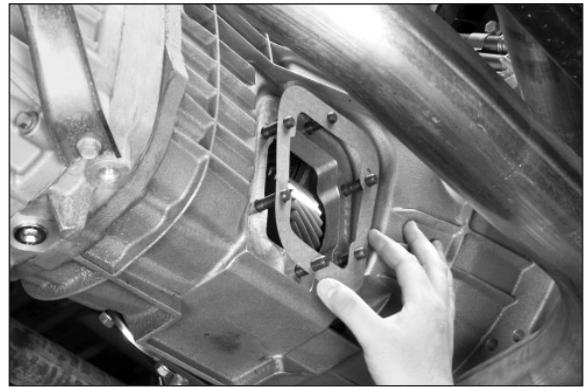

Fig. 5
6. Coloque el número correcto de empaquetaduras sobre los remaches (Fig. 5). No use Permatex entre las empaquetaduras por si desea añadir más o quitar algunas para obtener el huelgo apropiado.